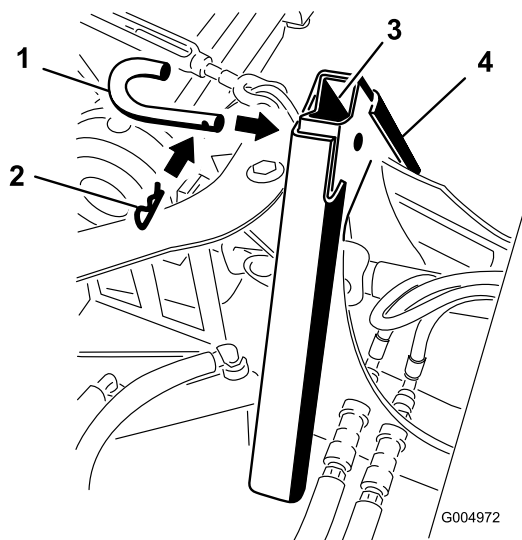

Рисунок 71
3. Соедините переходники вместе с помощью штифта для навесного оборудования и шпильки, как показано на (Рисунок 71).